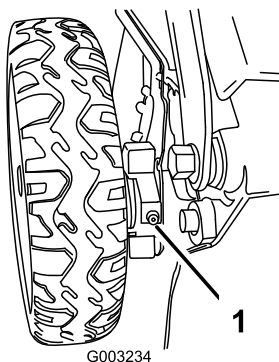

Figura 32
1. Limpie con un trapo limpio los engrasadores situados justo dentro de las ruedas traseras (Figura 32).